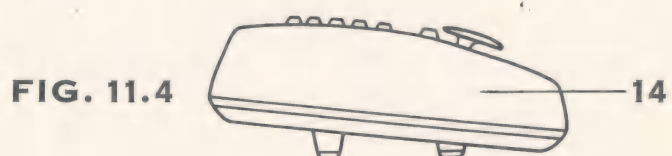

FIG. 11.4
Der Oberteil E11-9 (pos. 14) des Gehäuses kann jetzt abgehoben werden. Siehe Fig. 11.4. Falls der Oberteil zu straff sitzt, ist ein scharfes Instrument zwischen Ober- und Unterteil einzukeilen.